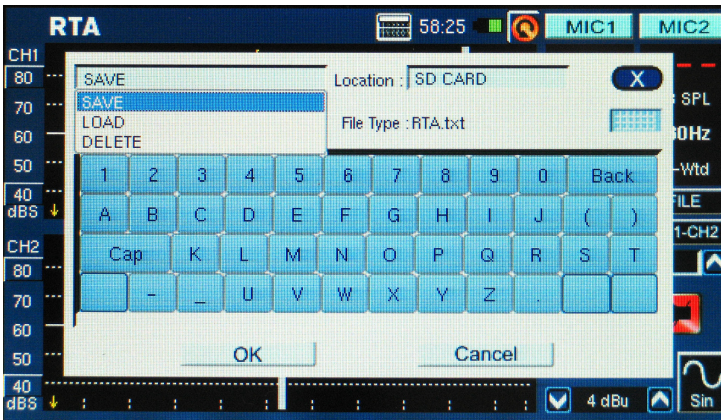

figura 60
2. Seleccione SAVE del menú desplegable en el izquierdo superior de la página (figura 60).
3. Elija la localización apropiada para almacenar su archivo (de PAA6 o de una tarjeta SD) (figura 60).
4. Seleccione el pequeño icono de teclado a la derecha de la ventana (figura 60).